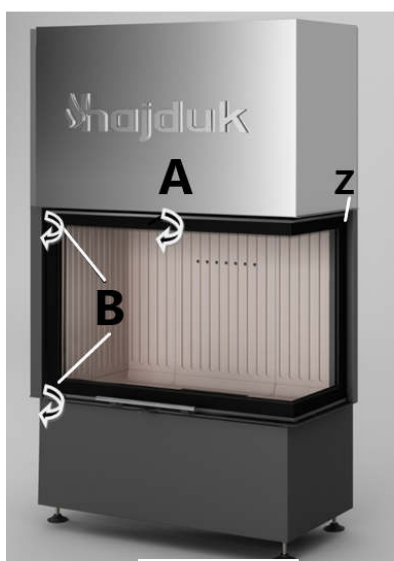

Bild. 1.2
Um die Schwenktür sicher auszunehmen, die Tür mit dem Halter A sicherstellen (Bild. 1.2, 1.3 – A), den Splint „Z“ an der oberen Scharnierstift entfernen, (Bild. 1.2, 1.3 – Z) die Tür vorsichtig seitlich öffnen und dann heben bis der untere Stift aus dem Loch aus Rahmen herauspringt.
- Mit Zeigefinger der Halter A um 90 Grad auf sich zu verschoben. Der Halter A ist eine Sicherung für Hebemechanismus. Es befindet sich in der Mitte gleich am Türrahmen Rand (Bild. 1.2, 1.3 -A).
- Mit Zeigefinger der Halter B um 90 Grad auf sich zu verschoben. Der Halter befindet sich beim Seitenrand der Tür um die oben und unten Tür Ecke (Bild. 1.2, 1.3 - B).